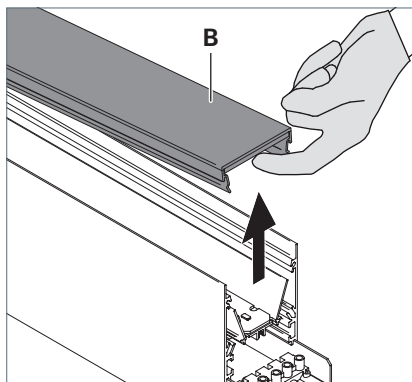

Fig. 18: Retirer le diffuseur.
- Retirez le diffuseur **B** du côté de la sortie de lumière directe, voir Fig. 18.